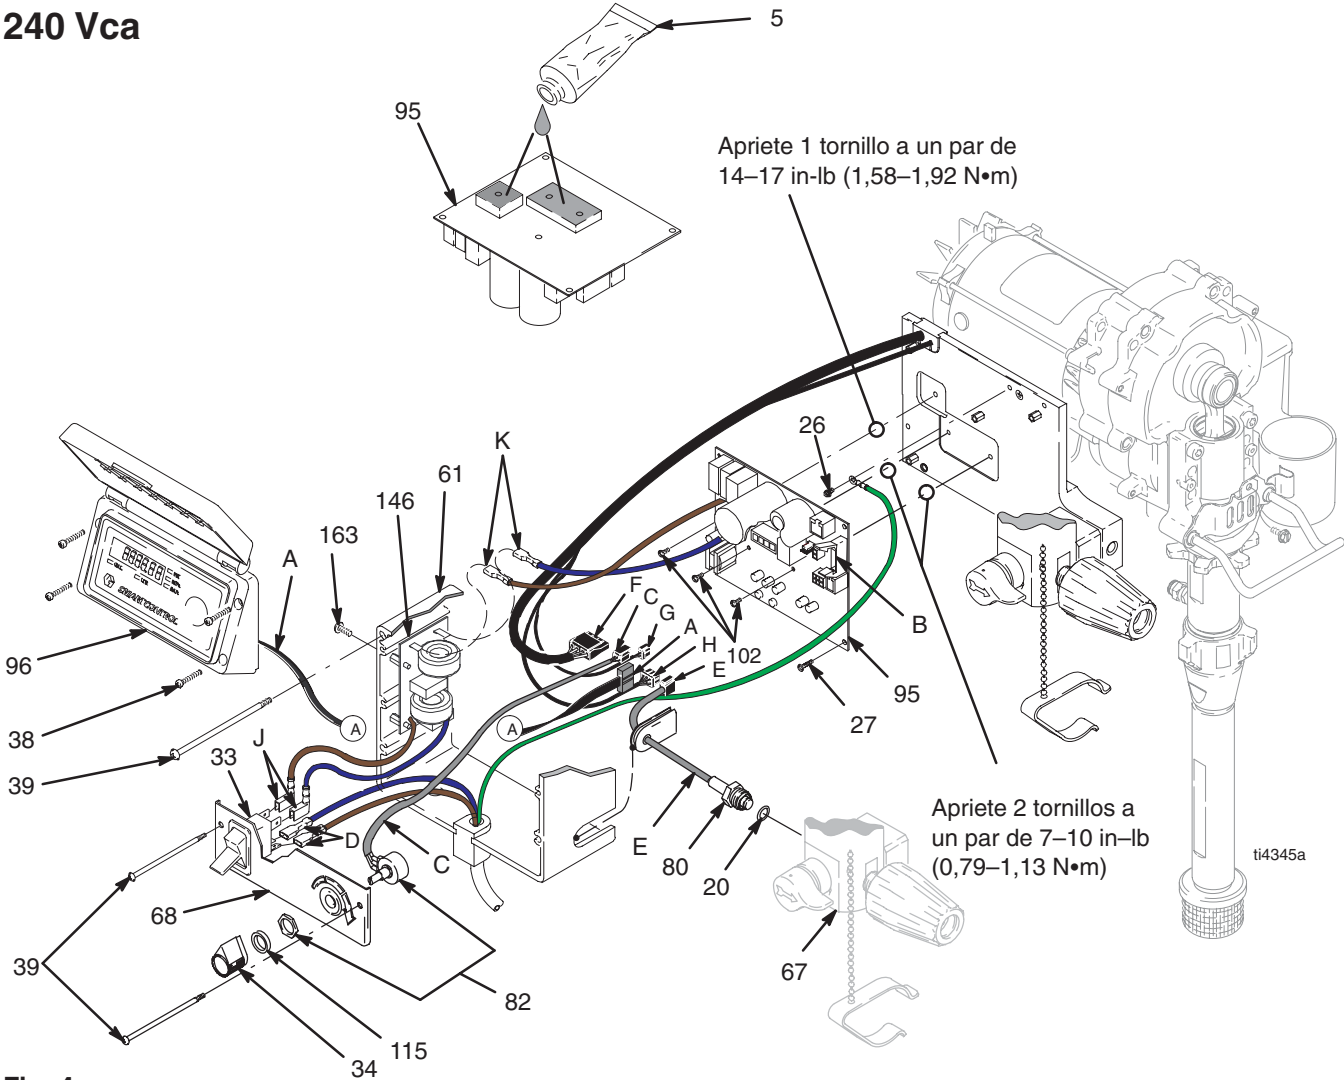

Fig. 4
2. Fig. 4. Retire los cuatro tornillos (38) y la tapa (96).
3. Desenchufe el conector de la pantalla (A) de la tarjeta de control del motor (95).
4. Retire los dos tornillos inferiores (39). Desenchufe el conector del potenciómetro (C) de la tarjeta de control del motor (95). Desenchufe los conectores del cable de alimentación (D) y los conectores de la tarjeta del filtro (J) del interruptor de ENCENDIDO/APAGADO (33) y retire el panel de control (68).
5. Desenchufe los conectores de potencia de la tarjeta de control del motor (K) de la tarjeta del filtro (146).
6. Retire los dos tornillos superiores (39) y la caja de control (61).
7. Desenchufe el conector del transductor (E) de la tarjeta de control del motor.
9. Retire los cinco tornillos (27), los tres tornillos (102) y la tarjeta de control del motor.
1. Fig. 4. Aplique una pequeña cantidad de producto térmico 110009 (5) a las áreas sombreadas de la tarjeta de control del motor (95).
6. Retire los cuatro tornillos (163) de la tarjeta del filtro (146).
1. Fig. 4. Instale la tarjeta del filtro (146) con los cuatro tornillos (163).
2. Enchufe los conectores de potencia de la tarjeta de control del motor (K) a la tarjeta del filtro (146).
3. Enchufe los conectores de potencia de la tarjeta del filtro (J) a los dos terminales superiores del interruptor de ENCENDIDO/APAGADO (33) y los conectores del cable de alimentación (D) a los dos terminales inferiores del interruptor de ENCENDIDO/APAGADO.
4. Enchufe el conector del potenciómetro (C) a la tarjeta de control del motor (95).
5. Instale el panel de control (68) con los dos tornillos (39).
6. Enchufe el conector de la pantalla de visualización (A) a la tarjeta de control del motor (95).
7. Instale la cubierta (96) con los cuatro tornillos (38).